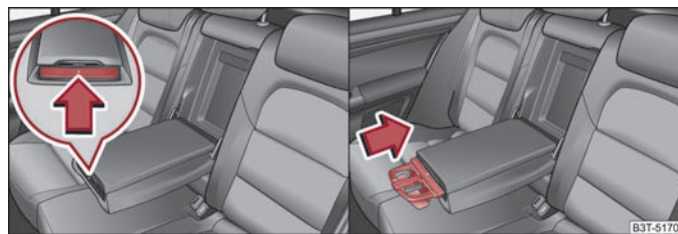

Abb. 100 Armlehne der Rücksitze: Getränkehalter / Getränkehalter hineinschieben
- Drücken Sie an der Stirnseite der Armlehne in Pfeilrichtung ⇒ Abb. 100 - links, der Getränkehalter fährt heraus.
- Um den Getränkehalter wieder hineinzuschieben, drücken Sie am mittleren Teil des Getränkehalters ⇒ Abb. 100 - rechts und schieben Sie ihn in die Armlehne hinein.